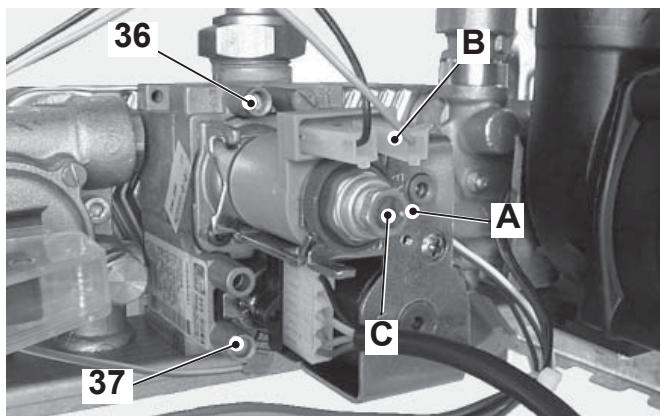

рисунок 7.1
- Отключите модулирующую газовую катушку, отсоединив электрический контакт В (рисунок 7.1).